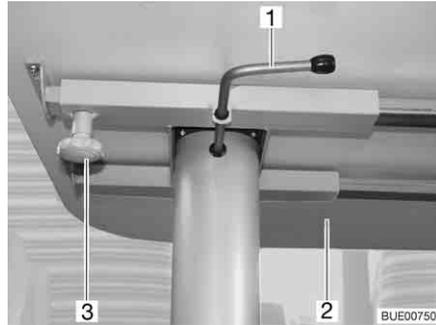

Fig. 80 Mesa elevadora, desplazable
- Aflojar el tornillo moleteado (Fig. 80,3).
- Desplazar a la posición deseada el tablero de la mesa (Fig. 80,2).
- Girar la palanca de bloqueo (Fig. 80,1) hacia la izquierda. El bloqueo del mecanismo de elevación está abierto.
- Presionar el tablero de la mesa (Fig. 80,2) por el centro hacia abajo hasta el tope y mantener presionado.
- Girar la palanca de bloqueo (Fig. 80,1) hacia la derecha (Fig. 80). El mecanismo de elevación está bloqueado.
- Girar la palanca de bloqueo (Fig. 80,1) hacia la izquierda. El bloqueo del mecanismo de elevación está abierto. El tablero de la mesa se desplaza hacia arriba hasta el tope.
- Girar la palanca de bloqueo hacia la derecha (Fig. 80). El mecanismo de elevación está bloqueado.